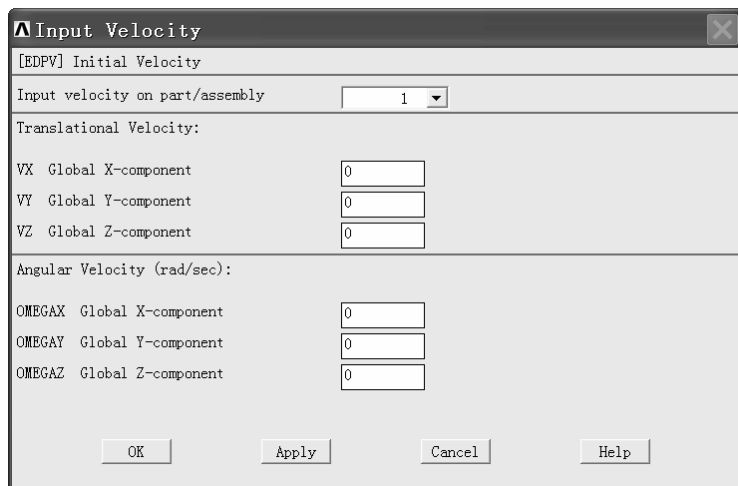

图 3-183 “Input Velocity” 窗口
(1) 依次选择 Main Menu>Preprocessor>LS-DYNA Options>Initial Velocity>On Parts>w/ Nodal Rotate, 弹出“Input Velocity”窗口(见图 3-183)。
(2) 在“Input Velocity”中的“Input velocity on part/assembly”后的方框中选择“1”; 在“VY Global Y-component”后的方框中输入“-10”, 然后单击“OK”按钮。